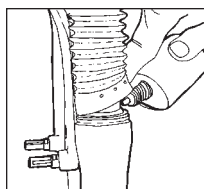

Fig. 5
1. Levante los guardapolvos de los tubos inferiores. Limpie a continuación las superficies exteriores, los alrededores de la junta Resi-wiper y el tubo superior. Aplique 2 ó 3 gotas de aceite reforzado con teflón en la junta de estanqueidad Resi-wiper de los tubos superiores. See Fig. 5.